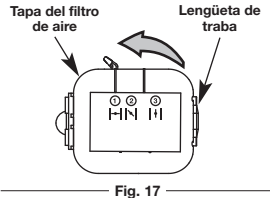

Fig. 17
- Para abrir la tapa del filtro de aire, empuje la lengüeta de traba que está a la derecha, en su interior, y hale ligeramente la tapa hacia afuera y a la izquierda (Fig. 17).